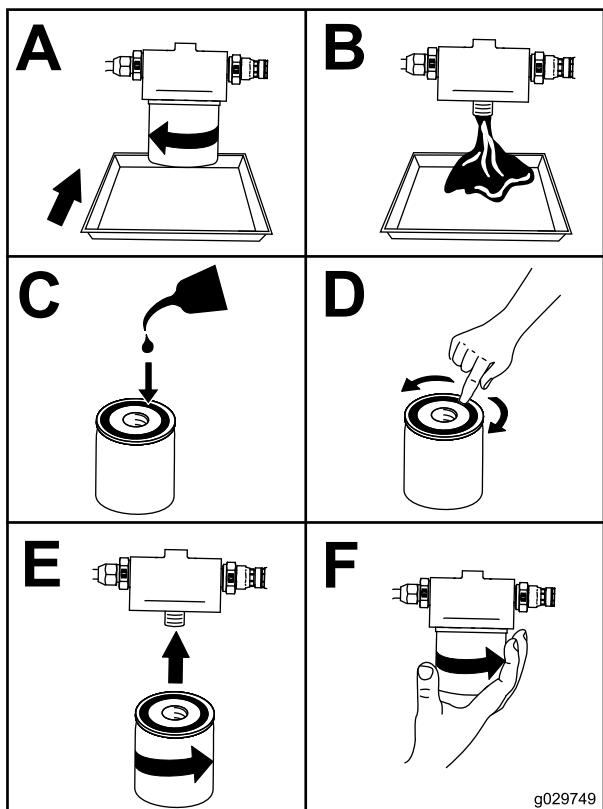

Рисунок 47
- Замените масляный фильтр (Рисунок 47).